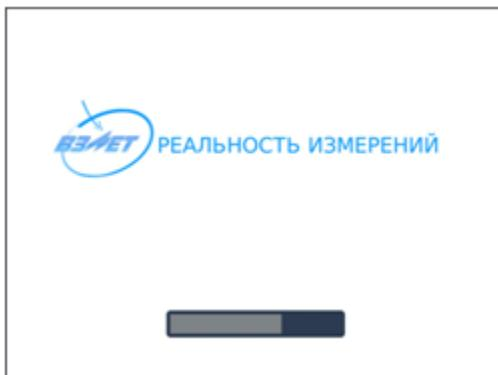

Рис.12. Заставка на дисплее в режиме самотестирования.
- 4.1. Для включения расходомера необходимо нажать и несколько секунд удерживать кнопку  . Прибор входит в режим самотестирования, на дисплее индицируется заставка (см. рис.12). По окончании самотестирования на дисплей выводится основное меню (см.рис.4).